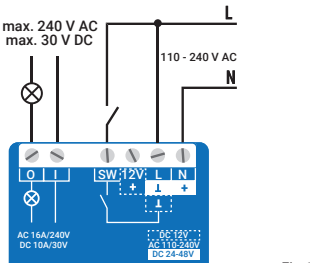

Fig. 1/ Abb. 1/ Imagen 1/ Image 1
**Wenn Sie das Gerät mit Wechselstrom versorgen,** verbinden Sie die Phase mit der L-Klemme des Geräts und den Neutralleiter mit der N-Klemme, wie in Abb. 1 dargestellt. Verbinden Sie einen Schalter/Druckknopf mit der Klemme SW und der Phase.